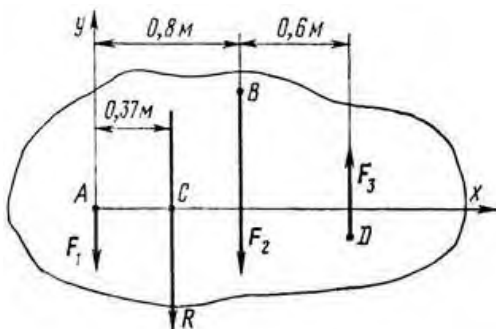

Рисунок 9
4. К телу в точках А и В приложены параллельные силы  $F_1 = 20 \text{ Н}$ ,  $F_2 = 60 \text{ Н}$  и  $F_3 = 18 \text{ Н}$  (рис. 9). Определить модуль, направление и линию действия равнодействующей.